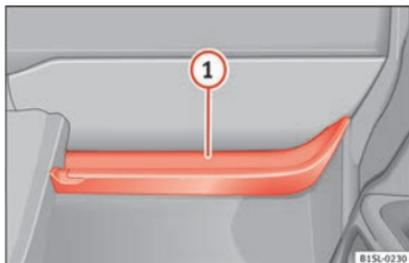

Fig. 125 Porta-objetos aberto no lado do passageiro.
No porta-objetos aberto existe um gancho para sacos » **Fig. 125** ①.